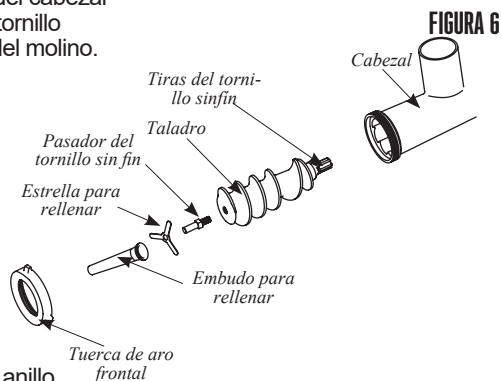

FIGURA 6
3. Inserte el tornillo sinfín dentro del cabezal (**FIGURA 6**). Alinee las tiras del tornillo sinfín con el eje de transmisión del molino.